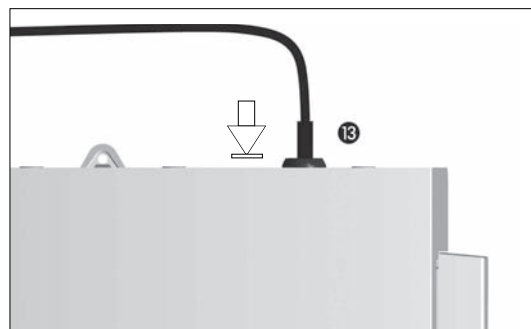

fig. 2
D. Connecter le câble de la pédale sur la sortie prévue sur la face arrière, orienter la prise et la fiche à l'aide du détrompeur sur la prise **fig. 2**.